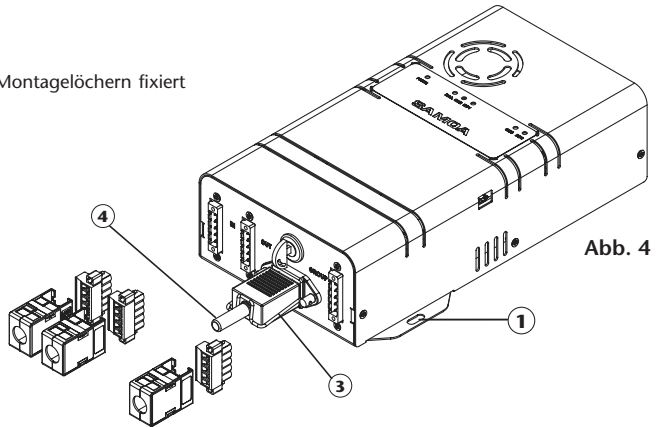

Abb. 4
Verdrahten Sie den mitgelieferten IEC-Anschluss(4). Um ein versehentliches Trennen des Geräts zu vermeiden, denken Sie daran, das Halteset (3) in die in Abb. 4 gezeigte Position zu bringen.